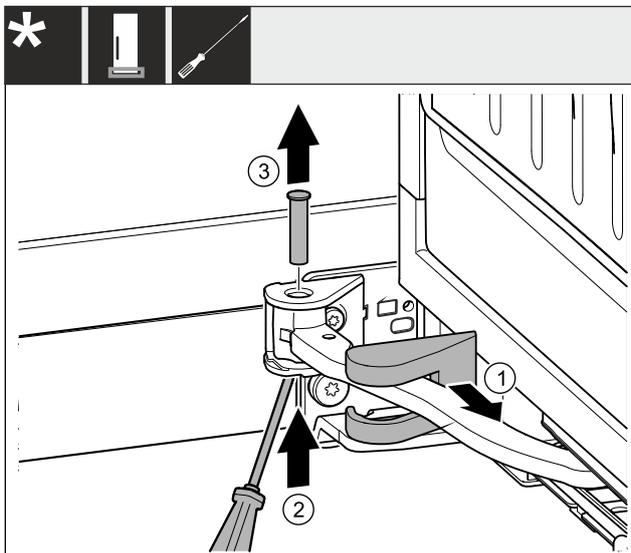

Fig. 6
- ▶ Retirer le couvercle du support de palier et le déplacer le long de la jointure. Fig. 6 (1)
- ▶ Soulever le boulon depuis le bas avec le doigt ou un tournevis. Fig. 6 (2)
- ▶ Avec le tournevis, passer sous la tête du boulon et le retirer. Fig. 6 (3)